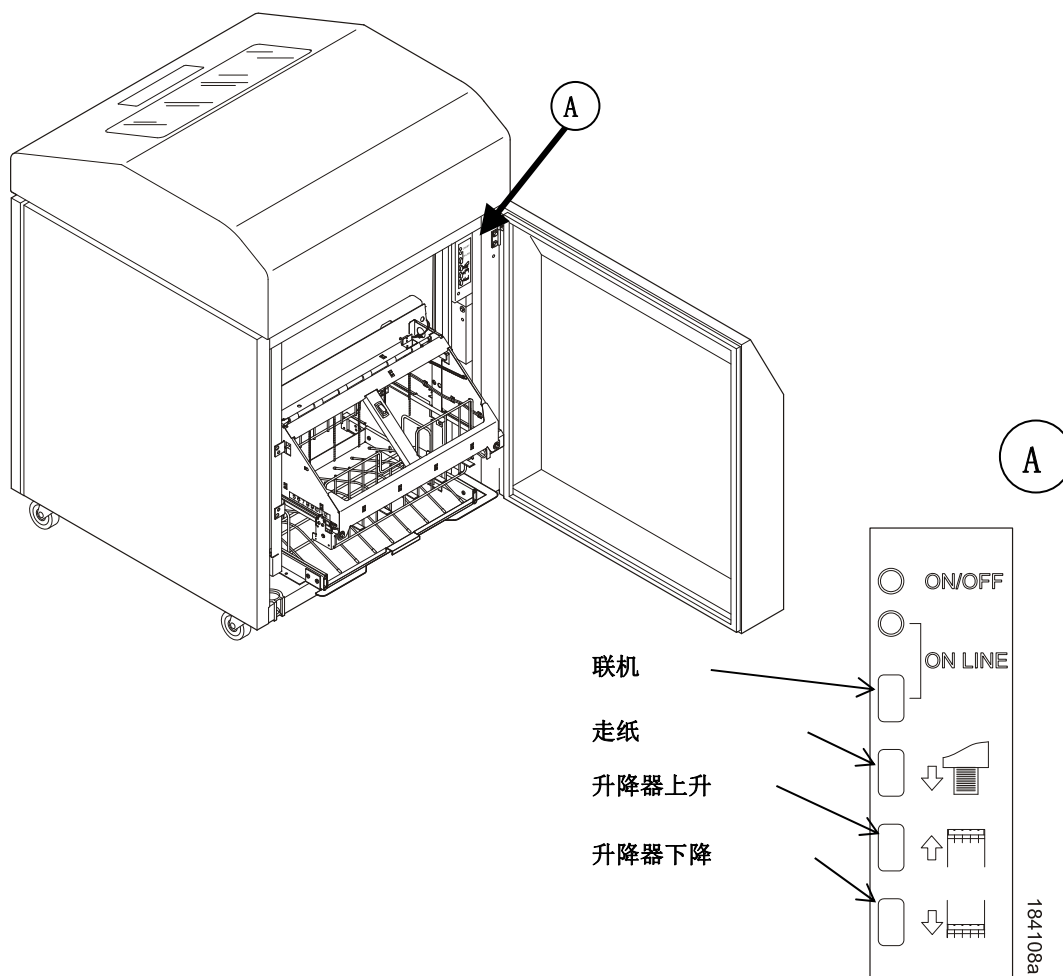

图28. 后端控制面板
2. 如必要，按下前面板或后控制面板上的**ONLINE (联机)** 键，使打印机处于脱机状态。(见图28. 后端控制面板.)
3. 按下**“ELEVATOR UP (升降器上升)”**键，等待升降器装置升至行程顶部。(见图28. 后端控制面板)